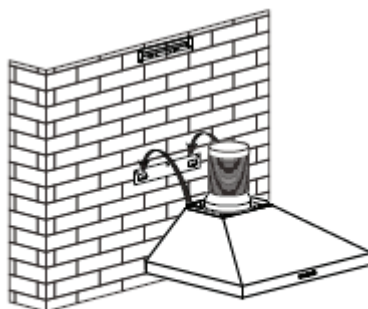

Afbeelding 2
3. Maak 9 gaatjes op een geschikte plaats wanneer u de hoogte van de plaatsing bepaald heeft. Plaats muurpluggen in de gaten. Gebruik 5 schroeven van het type ST4*40 mm om de haak en de houder in de schouw op de muur vast te maken. Zorg ervoor dat de gaten mooi horizontaal geplaatst zijn. Zie afbeelding 2.